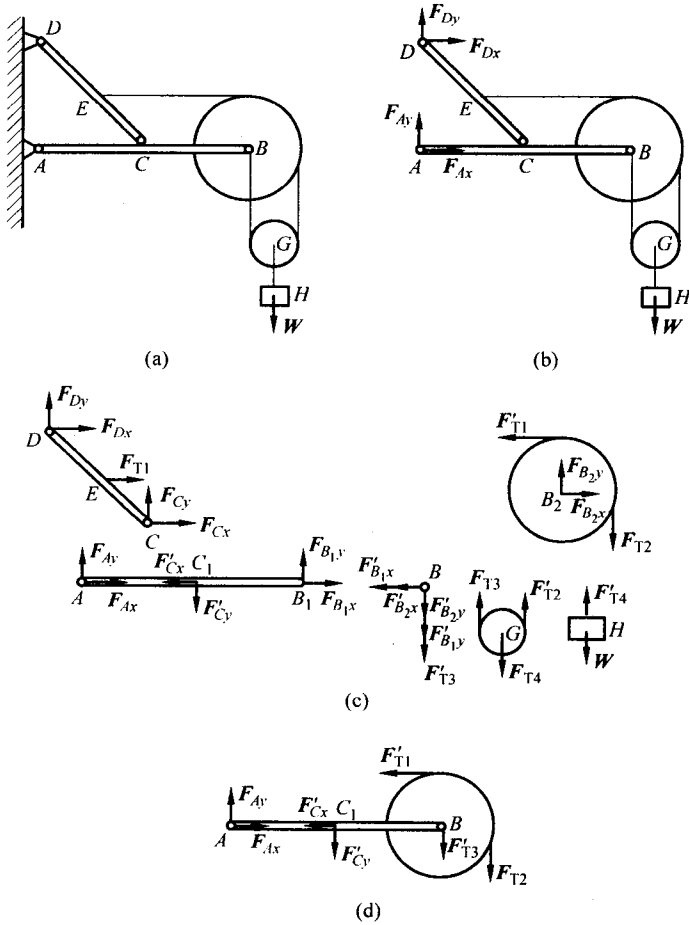

图 1-3 例 1-2 图
例 1-2 在图 1-3(a)的结构中,画出系统整体受力图及构成系统的各个部件的受力图。如果考虑杆 AB 及滑轮 B 的组合件,其受力图如何(不计杆、绳及滑轮的重量)?
解 (1) 考虑整体,解除铰 A 、 D 的约束,整体受力图如图 1-3(b)。
(2) 将系统拆开,画出杆 AB 、杆 CD 、滑轮 B 、销钉 B 、滑轮 G 及重物 H 的受力图。绳索的约束力为沿绳方向的拉力,铰链的约束力均用两个分力表示(因为没有铰
接的二力构件)。相连接的部件拆开时,彼此的作用力大小相等,方向相反;例如 $F'_{T1} = -F_{T1}$, $F'_{Cx} = -F_{Cx}$ 等。各部件的受力图如图 1-3(c)。
(3) 如果考虑杆 AB, 滑轮 B 及销钉 B 为一组合件整体, 则其受力图如图 1-3(d)。这时, 销钉 B 与杆 AB 间的作用力 $F_{B1,x}$, $F'_{B1,x}$, $F_{B1,y}$, $F'_{B1,y}$ 及销钉 B 与滑轮 B 间的作用力 $F_{B2,x}$, $F'_{B2,x}$, $F_{B2,y}$, $F'_{B2,y}$ 均为成对的内力, 不出现在受力图中。在组合件的 B 点, 只有绳对组合件的拉力 F'_{T3} 是外力, 应该且必须画出。
(2) 可能有的部件的受力图看起来似乎不能平衡,如销钉 B 。这是因为各约束力是未知量,其方向是我们假定的,而实际的约束力完全有可能与我们的假设方向相反;这时按我们的受力图所解出的约束力大小是个负值。同一题目中各约束力假设方向应统一,例如沿 x 轴分量 F_x 均与 x 轴正向一致。这样,解题的结果如果是 F_x 为正,则约束力方向指向 x 轴正向; F_x 为负,则指向 x 轴负向。
(3) 对由几个部件组成的组合件,应作为整体看待,在画其受力图时,不能出现内力;外力也是组合件以外的物体对组合件整体的作用,不必强调对组合件中哪一部件的作用。例如在受力图 1-3(d)中,力 F'_{T_3} 是绳对杆轮系统的外力,不必强调它作用在销钉上。